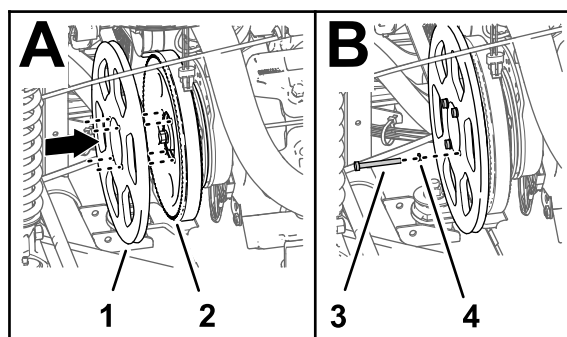

Figura 180
4. Alinhe os orifícios na polia do alternador (kit) com os orifícios na polia da bomba do pulverizador (Figura 180).